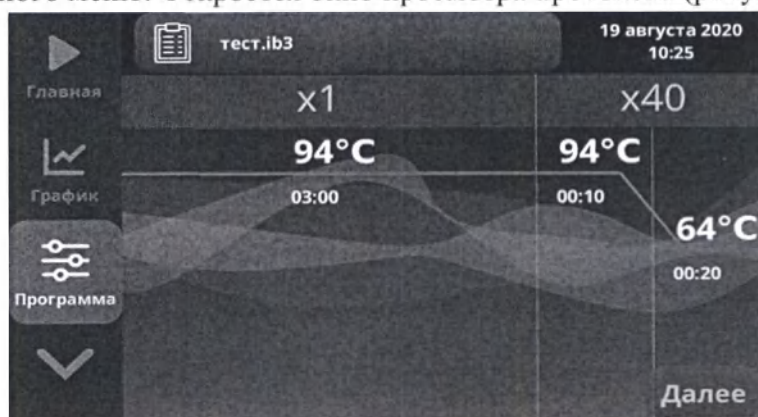

Рисунок 3.7 Окно просмотра протокола амплификации
- После успешного сохранения открывается пункт меню **Программа** с созданным протоколом (рисунок 3.7).
Чтобы посмотреть параметры активного протокола амплификации, выберите пункт **Программа** главного меню. Откроется окно просмотра протокола (рисунок 3.7).